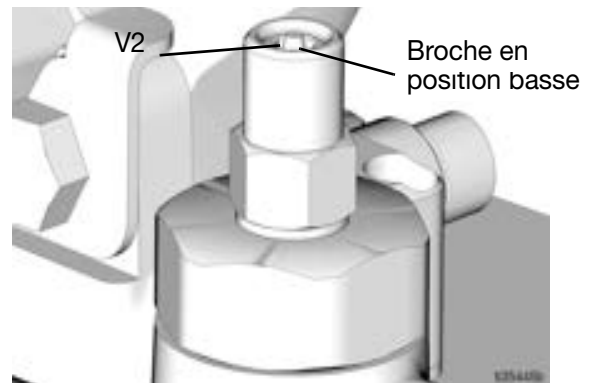

FIG. 14
1. Tirez le bouton de décompression de la vanne (FF) et retenez-le suffisamment longtemps pour relâcher la pression de la conduite entre la vanne de remplissage (EE) et la vanne du mécanisme d'arrêt du remplissage automatique (V).
2. Vérifiez que la broche du mécanisme d'arrêt du remplissage automatique (V2) est baissée, ce qui indique qu'elle est réinitialisée (FIG. 14).